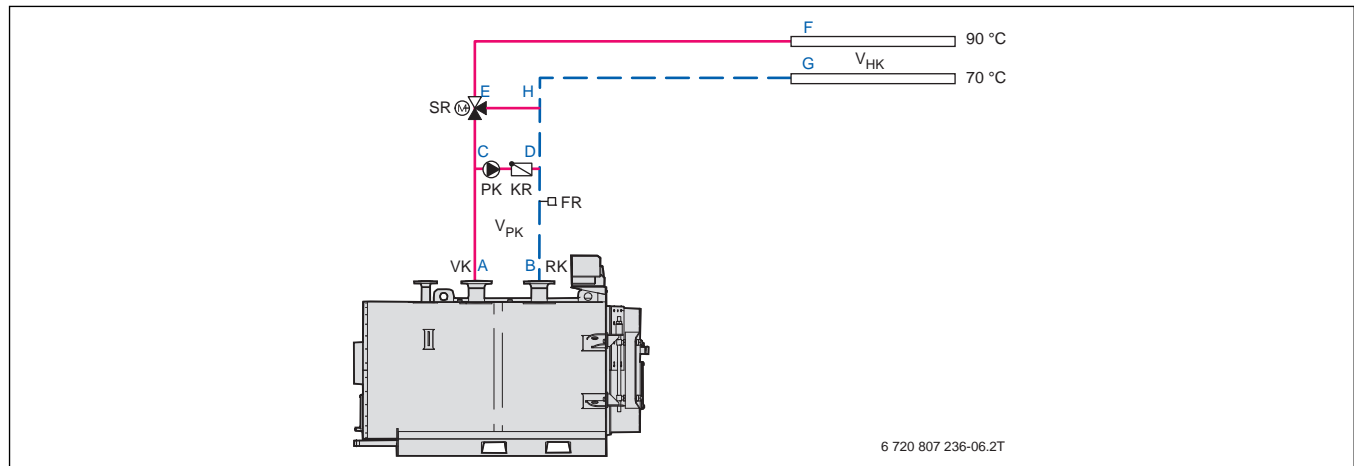

Рис. 26 Пример гидравлической обвязки системы с одним котлом Logano SK655 или SK755, в которой насос котлового контура установлен на байпасной линии
- местные сопротивления в котловом контуре (участок: А–С–D–В, → рис. 26)
- $\dot{V}_{\text{PK}} = 34400$ л/ч (участок: С–D, → рис. 26)
(участки: С–F, D–G и E–H, → рис. 26)
(участки: А–С и В–D, → рис. 26)